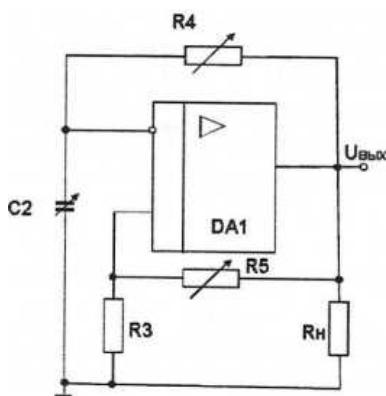

Рис. 2
3.2. Для исследования симметричного мультивибратора собрать на модуле «операционный усилитель» схему в соответствии с рис. 2. Установить заданные преподавателем значения параметров элементов схемы. Подключить осциллограф для снятия осциллограмм напряжений.